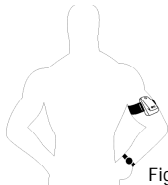

Fig. 3
- Far scivolare il sensore e la fascia sopra il braccio fino a raggiungere la sua parte superiore. L'orologio va indossato sullo stesso braccio (Fig. 3).